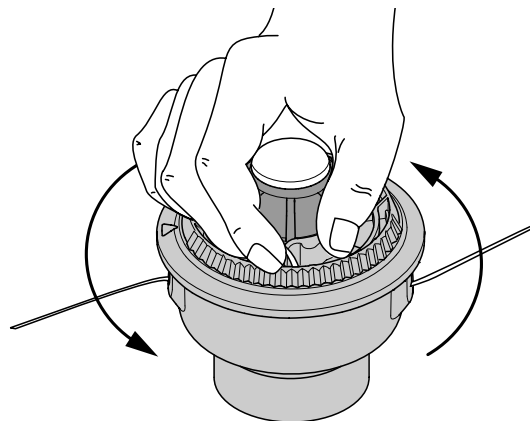

Fig. 40
8. Tenez la bobine extérieure. Rembobinez le moulinet intérieur vers la gauche jusqu'à ce qu'il ne reste plus qu'environ 102 mm (4 po) de fil (Fig. 40).